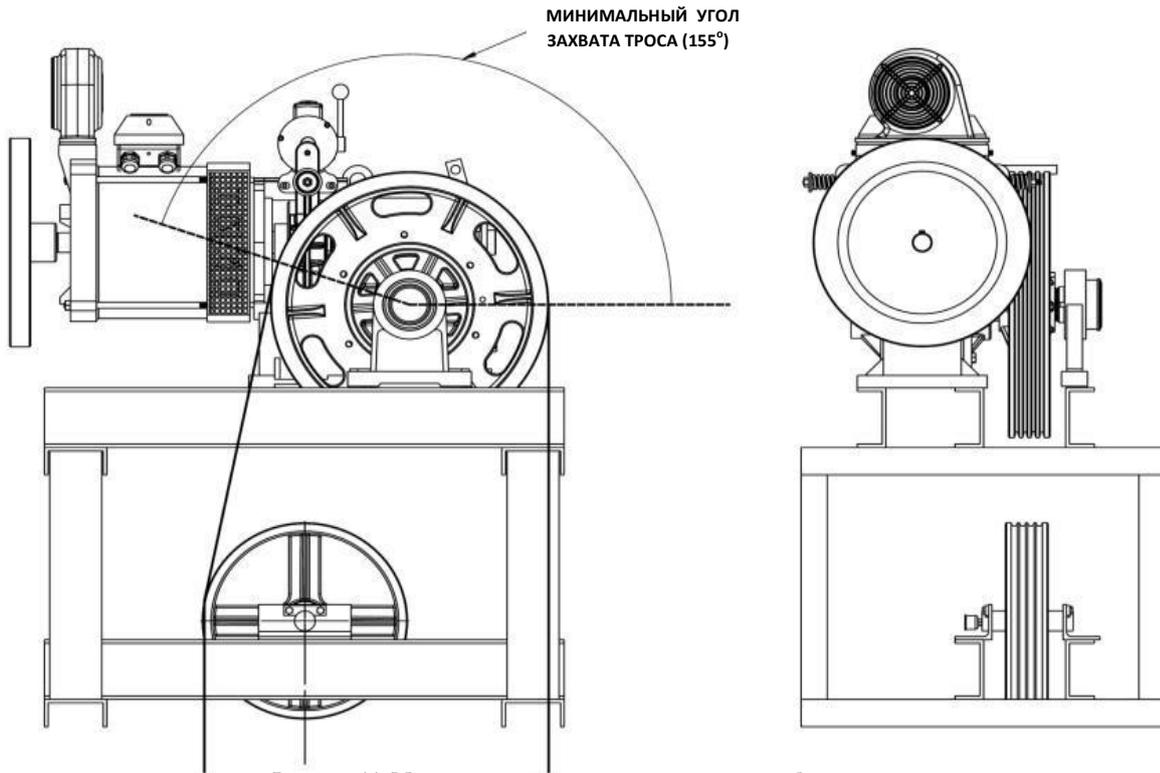

Рисунок 11. Минимальный угол захвата троса для лебедки
- ❖ Рекомендуется установить угол обхвата канатоведущего шкива канатами не менее 155° для нормальной работы лифта (**См. Рисунок 11**).